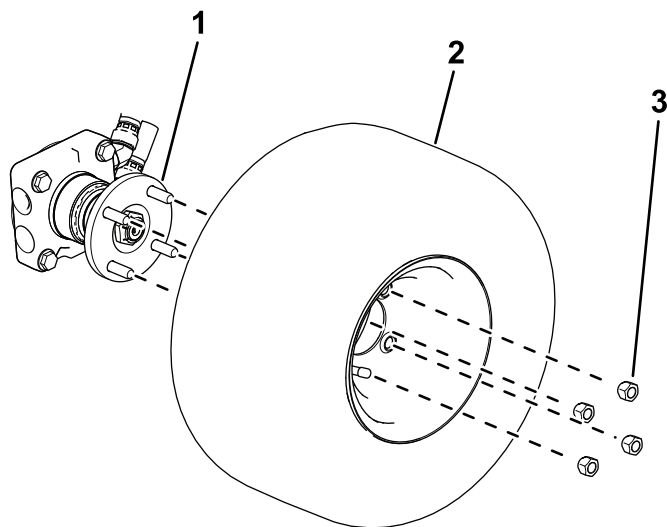

Figura 4
- **Maini cu tracțiune integrală:** folosiți 4 prezoane pentru a fixa roata la butucul roii (Figura 4).